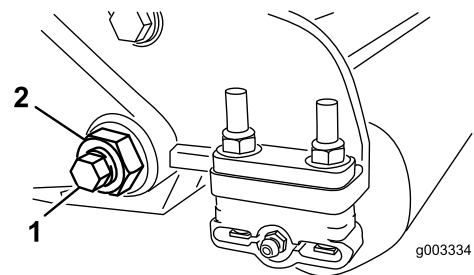
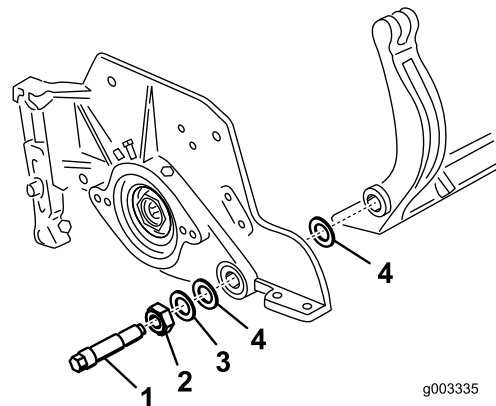

図 31
図 32
3. ベッドバーボルト 図 31 を固定しているロックナット機体両側をゆるめる。
4. 各ベッドバーボルトを抜いて、ベッドバーを下に引き抜いて外す 図 31。ベッドバーの両端にそれぞれナイロンワッシャ2枚とスチールワッシャが1枚ずつあるので注意する 図 32。
4. その外側からスチール製ワッシャを取り付ける 図 32。
ベッドバーボルトを 27-36 N・m2.75-3.67 kg.mにトルク締めする。左右の遊びが完全になくなって外側のスチール製ワッシャが回らなくなるまでただし決して締めすぎになったりサイドプレートが変形したりしていないロックナットを締め付ける。内側のワッシャには遊びがあってもかまいません 図 32。